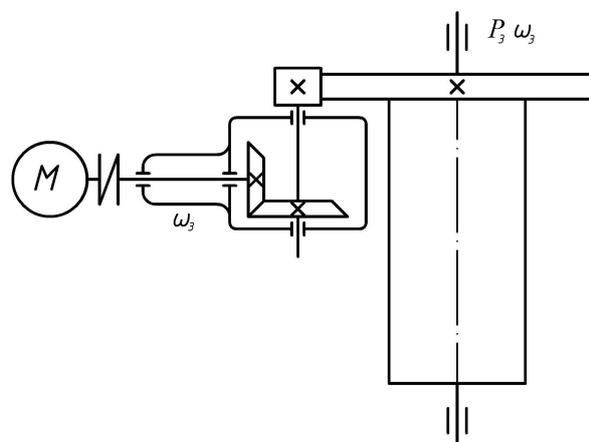

Рис.10.4. Расчетная схема к задаче № 4
4. Рассчитать коническую зубчатую передачу редуктора и открытую цилиндрическую зубчатую передачу привода шаровой мельницы (рис. 10.4). Мощность на зубчатом колесе мельницы P_3 , угловая скорость его ω_3 и передаточное число привода u приведены в табл. 10.4. Срок службы передачи 30000 ч.